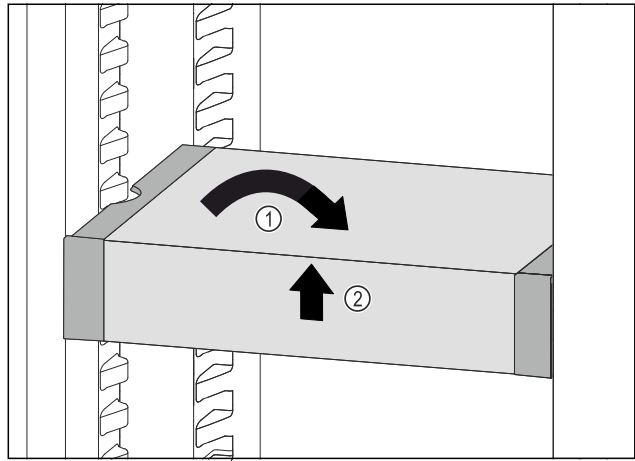

Fig. 62
- ▶ VarioSafe gerade stellen. Fig. 62 (1)
- ▶ VarioSafe vorne anheben. Fig. 62 (2)